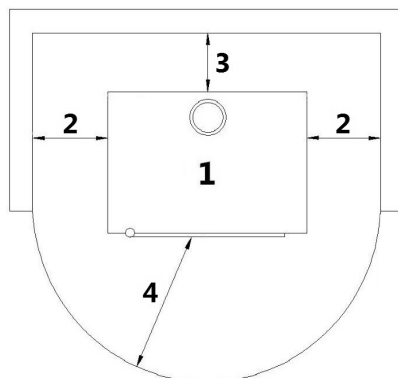

Fig. 19 - Ogólna instalacja ze stojakiem
LEGENDA	Fig. 19
- Należy kategorycznie zainstalować piec tak, aby był oddalony od możliwych ścian i/lub mebli, z minimalnym przepływem powietrza 300 mm po bokach, 200 mm z tyłu, aby umożliwić skuteczne chłodzenie urządzenia i dobry rozkład ciepła w otoczeniu (vedi **Fig. 19**).
- Jeśli ściany wykonane są z materiału palnego, sprawdzić odległości bezpieczeństwa (vedi **Fig. 19**).